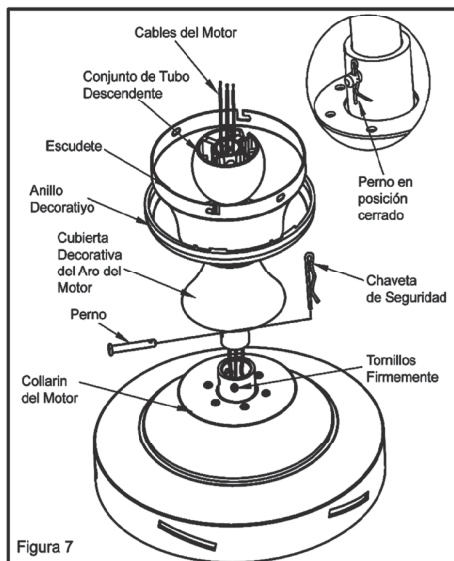

Figura 7
de la bola/ del tubo (Figura 7).
6. Alinee los agujeros de la parte inferior del tubo con los agujeros del aro en la parte superior de la cubierta del motor (Figura 7). Introduzca con cuidado el pasador a través de los agujeros del aro y del tubo. Tenga cuidado de no empujar el pasador contra los alambres dentro del tubo. Inserte la chaveta en los agujeros ubicados cerca de la extremidad del pasador hasta que enganche en su posición cerrada como se nota en la inserción redonda de la Figura 7.